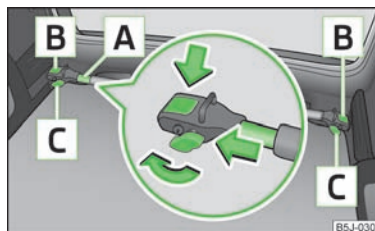

Fig. 54
- Desserrez les vis de blocage **C** » fig. 54 et retirez-les légèrement ; cela déverrouille les supports **B**.